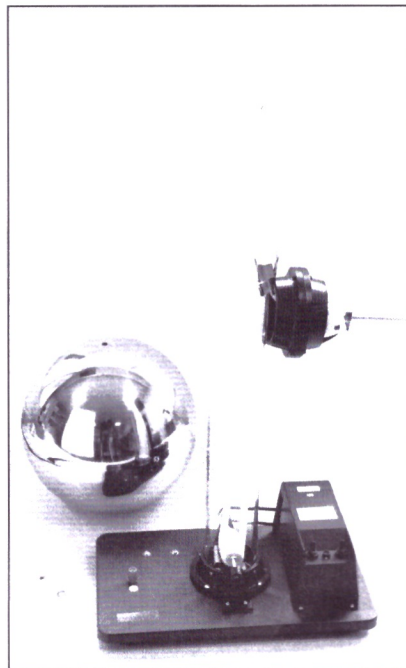

Abb. 15
14. Die obere Rolle wird in ihre Halterung im Haltekopf eingesetzt (Abb. 15).